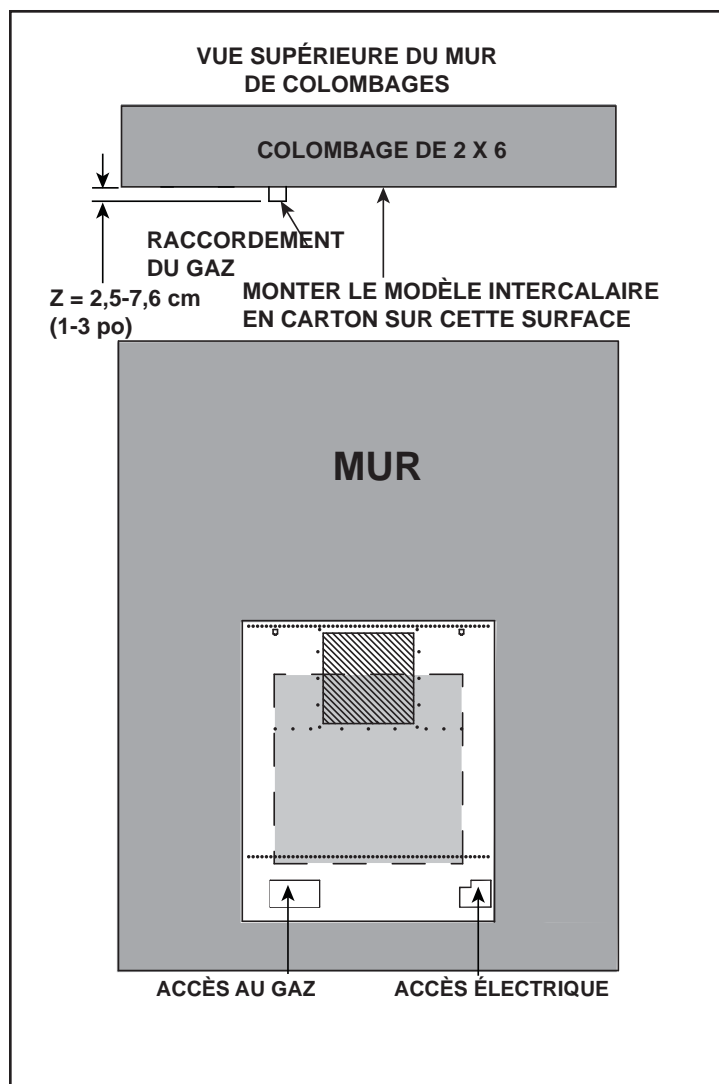

Figure 6.3 Extrémité de la ligne de gaz rigide et service électrique
**Remarque :** Les connexions de gaz rigides doivent avoir une extrémité à la profondeur de dimension spécifique « Z ». Voir les références à la dimension « Z » à la figure 6.3. De terminer l'extrémité de la connexion de gaz rigide à la dimension appropriée « Z », simplifiera le processus de connexion du gaz à l'appareil.